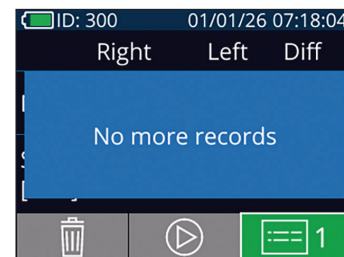

Bild 29
- När meddelandet **No more records** (Inga fler poster) visas har du kommit till den första sparade pupillmätningen (bild 29).